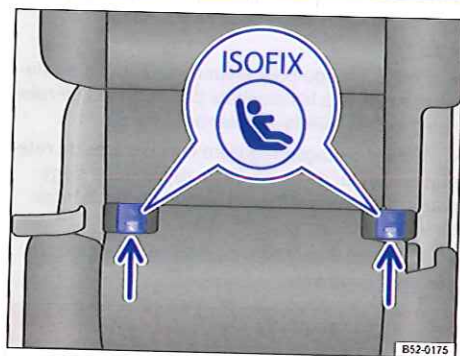

Fig. 82 Sur le siège : identification des points d'ancrage inférieurs des sièges pour enfants
• Engagez le siège pour enfants dans le sens des flèches sur les œillets de retenue ⇒ fig. 82. Le siège pour enfants doit s'enclencher de manière sûre et audible.
• Posez le siège pour enfants sur l'assise du siège et accrochez les crochets des ceintures de retenue dans les œillets de retenue ⇒ fig. 82.